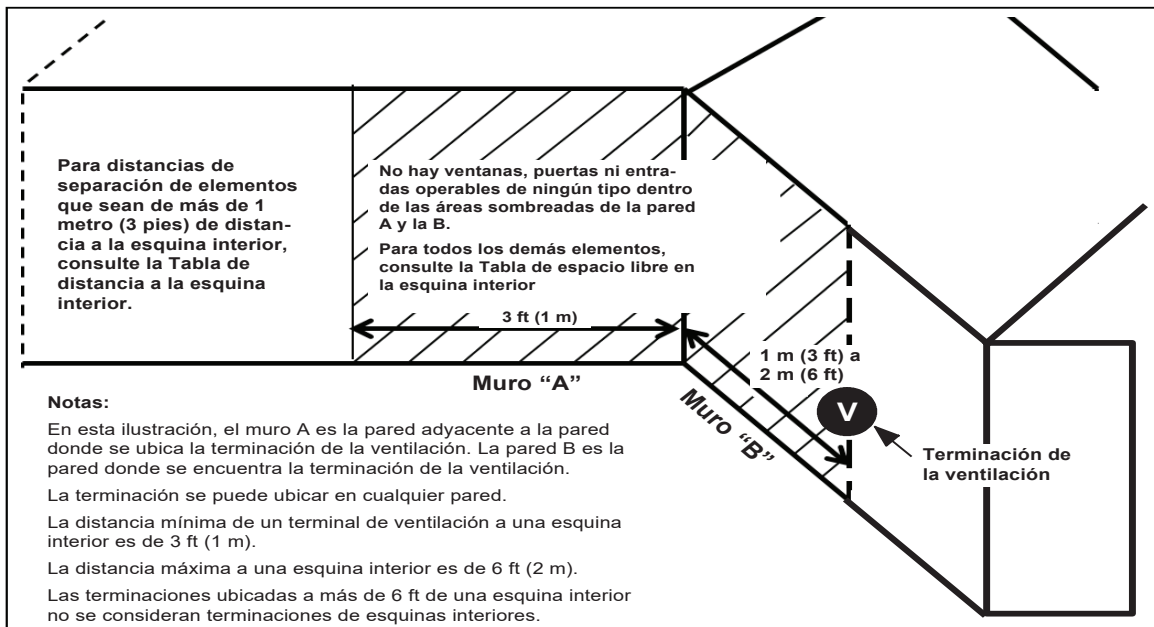

Fig. 46 – Terminación en esquina interna
2. La terminación de la ventilación debe estar ubicada al menos a 3 pies de una esquina hacia dentro y seguir las distancias de separación en el plano de terminación en esquinas hacia dentro. Consulte la Fig. 46.